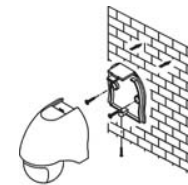
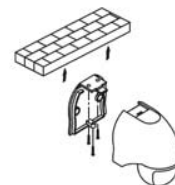

FIG. 3
FIG. 4
- Altezza di montaggio consigliata: **a parete** 1,8 ÷ 2 m da terra (FIG. 3); **a soffitto** 2,5 ÷ 4 m da terra (FIG. 4).